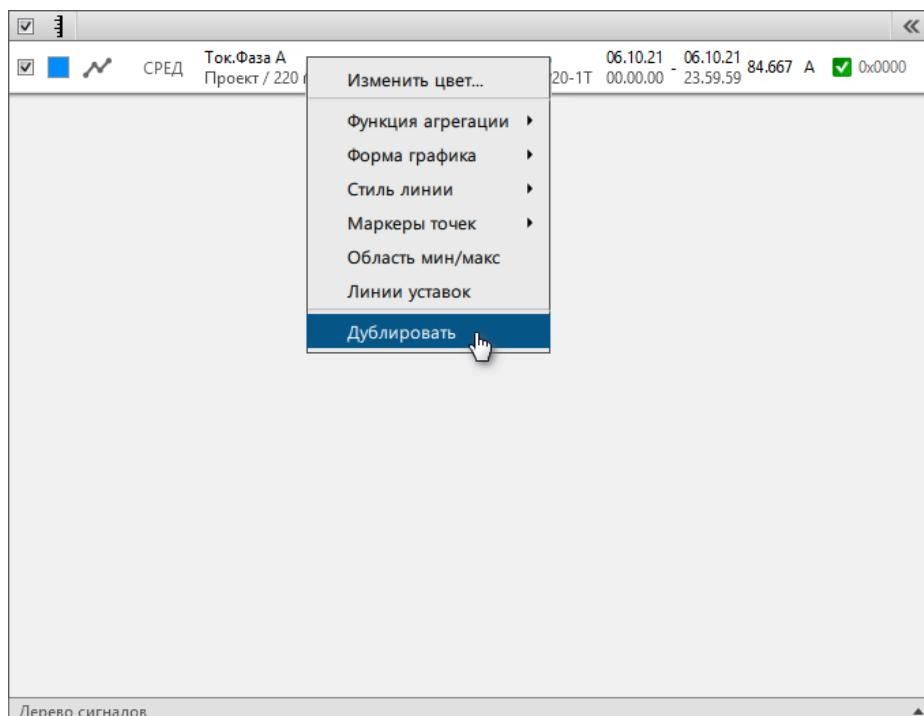

Рисунок 118 - Команда «Дублировать»
5. Нажмите ПКМ по сигналу и выберите команду **Дублировать** (Рисунок 118).